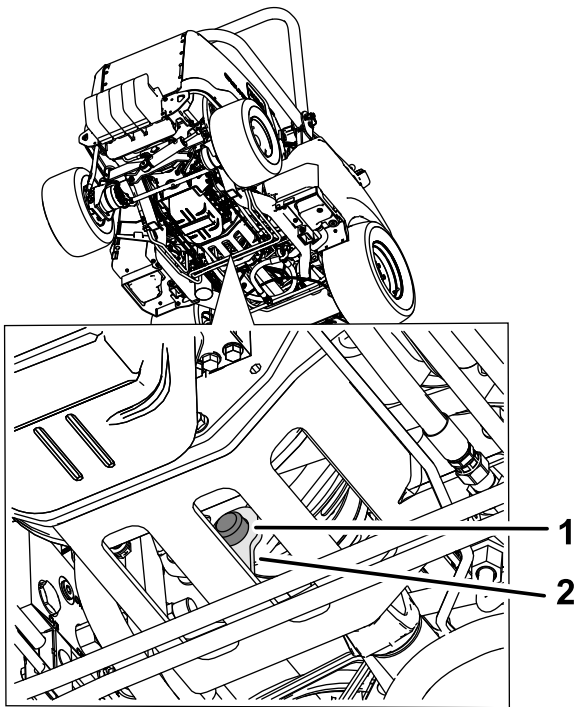

Figure 74
4. Déposez la butée en caoutchouc de la cale de retenue en métal et de l'embrayage (Figure 74).